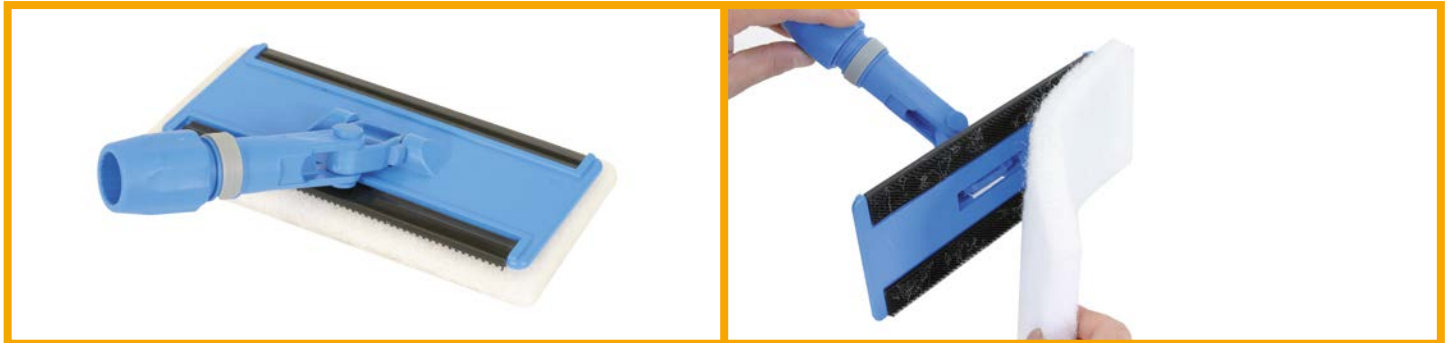

Bild 5 Scheibenreinigung
- 3.5 Als Reinigungskopf darf nur der in der Gebrauchsanleitung beschriebenen **Reinigungskopf RK 230 100 AS25** mit **Reinigungspad RP 250 115 20** (siehe Bild 5, Seite 8) eingesetzt werden.
Zur Reinigung der E-Lokomotivscheiben darf grundsätzlich nur das dafür vorgesehene **Reinigungspad RP 250 115 20** benutzt werden. Das **Reinigungspad RP 250 115 20** wird durch festes Andrücken an die beiden Klettverschlüsse an der unteren Seite des **Reinigungskopfes RK 230 100 AS25** angebracht (siehe Bild 5).